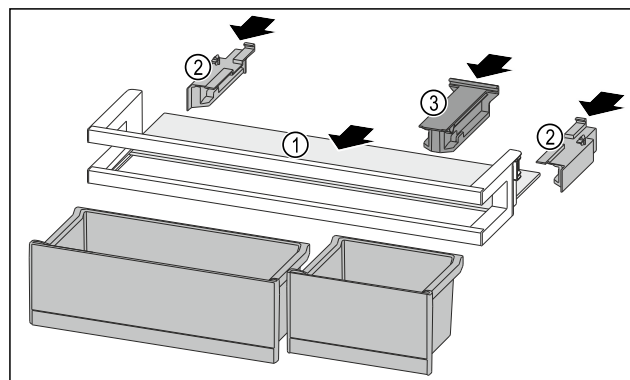

Fig. 225
- Abstellfläche Fig. 225 (1) in die seitlichen Aussparungen einschieben.
- Seitenteile Fig. 225 (2) einsetzen.
- Halteteil Fig. 225 (3) einsetzen.